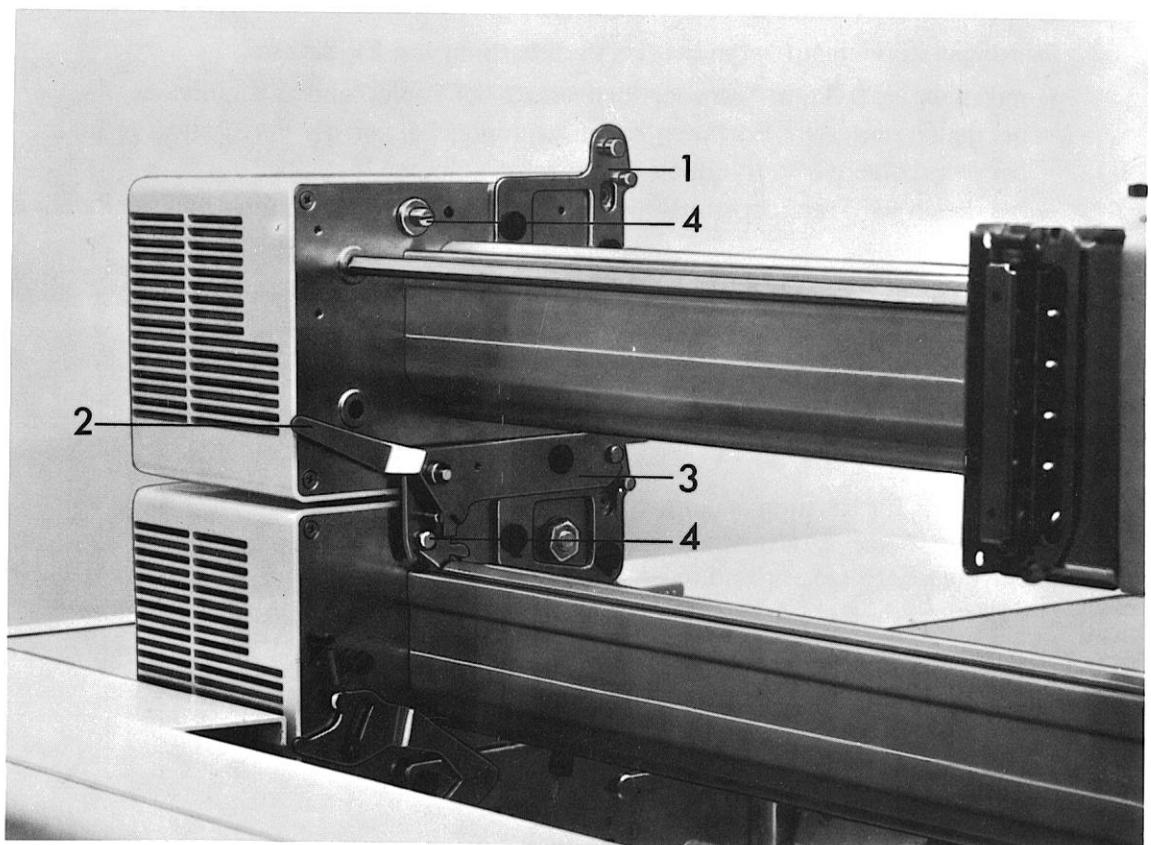

Abb. 13 EFE, Befestigungselemente
- Oberhalb jeder EFE, auch an der MKE und am Maschinentisch, sind Lagerplatten (1) Abb. 13 angebracht, auf welche eine EFE aufgesetzt werden kann.
- Beim Aufsetzen der EFE rastet der Lagerwinkel (3) Abb. 13 beidseitig in diese Lagerplatten ein.
- Nach Vorschwenken der EFE erfolgt eine Verriegelung durch den Rasthebel (2) im Rastbolzen (4).
Die Bedienungselemente sind aus Abb. 13 ersichtlich.